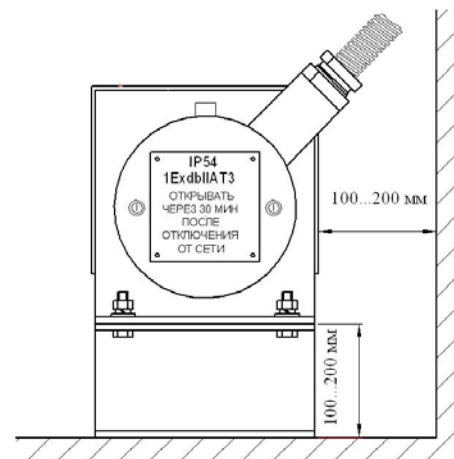

Рисунок 3 - Пример установки обогревателя на месте эксплуатации
6.1.4 Устанавливать обогреватель необходимо на расстоянии 100 - 200 мм от стен и пола. Крепить обогреватель при помощи четырех болтов М8. Пример установки приведен на рис. 3.